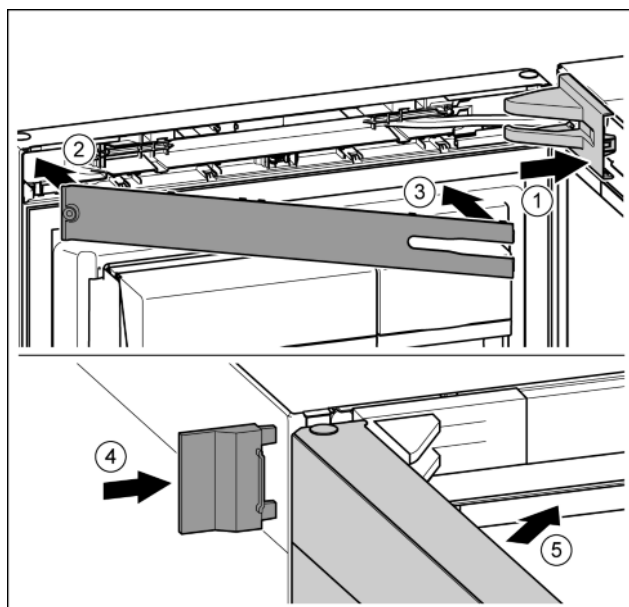

Fig. 41
- Крышку установить и зафиксировать, при необходимости, осторожно разжать. Fig. 41 (1)
- Установить крышку. Fig. 41 (2)
- Наклонить и защелкнуть крышку. Fig. 41 (3)
- Надвинуть внешнюю крышку. Fig. 41 (4)
- Закрыть верхнюю дверь. Fig. 41 (5)